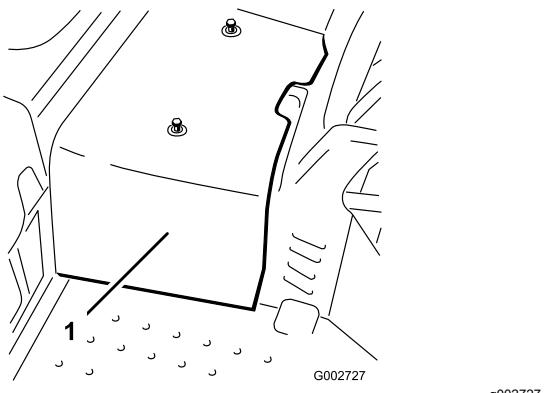

Figura 43
2. Afloje los 2 tornillos que fijan la cubierta central a la máquina y retire la cubierta (Figura 43).